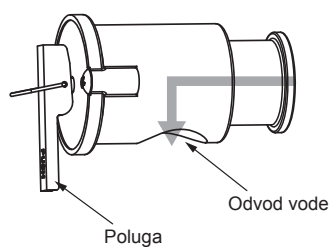

Fig. 4-2
4.4. Dijelovi koji zahtijevaju redovitu inspekciju (Fig. 4-2)